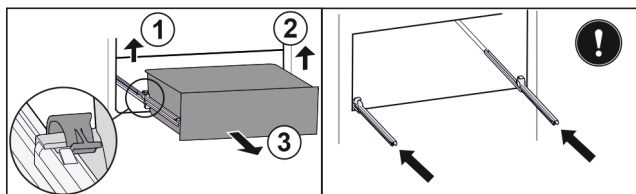

Fig. 76
- Podignite lijevu stezaljku i istovremeno izvucite ladicu lijevo prema naprijed. Fig. 76 (1)
- Podignite desnu stezaljku i istovremeno izvucite ladicu desno prema naprijed. Fig. 76 (2)
- Izvadite ladicu prema naprijed. Fig. 76 (3)